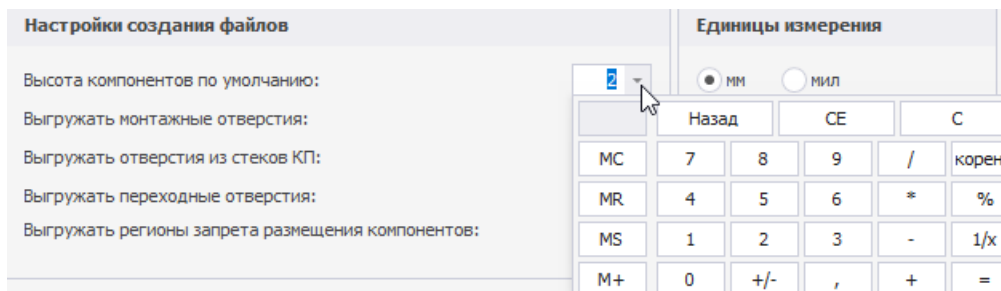

Рис. 6 Ввод значения высоты компонентов
6. В поле «Настройка создания файлов» выставьте параметры высоты компонентов, которая будет взята по умолчанию для всего массива, пункт «Высота компонентов по умолчанию». В поле доступен как ручной ввод значения высоты, так и ввод через встроенный калькулятор, который вызывается нажатием на значке , см. Рис. 6.